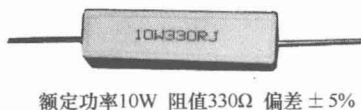

图 1-4 根据标注识别额定功率
1) 对于标注了额定功率的电阻器，可根据标注值来识别功率大小。图 1-4 中的电阻器标注的额定功率值为 10W ，阻值为 330Ω ，偏差为 $\pm 5\%$ 。